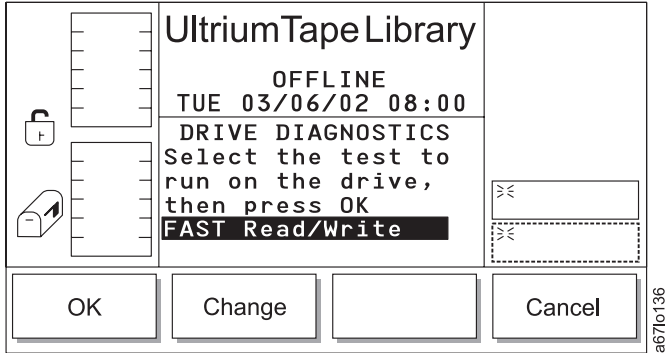

Abbildung 41. Dialog für Laufwerkdiagnose
- c. Wählen Sie **OK** aus, um einen schnellen Lese-/Schreibtest für das aktuelle Laufwerk auszuführen. Wollen Sie den Test für ein anderes Laufwerk ausführen, wählen Sie **Change Drive** so oft aus, bis das gewünschte Laufwerk erscheint. Wählen Sie dann erst **OK** und anschließend **Diags** aus. Der Dialog für Laufwerkdiagnose erscheint (siehe Abb. 41).
Tabelle 9. Übersetzung von Abb. 41 auf Seite 57, Dialog für Laufwerkdiagnose